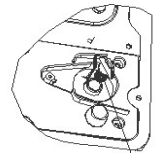

Afbeelding 1
2. Laat de hele unit ongeveer 30° kantelen en verplaats het naar de plek waar de stop zit, ongeveer 60 mm van de tafel. Open de stop en laat het overtollige water eruit lopen (zie afbeelding 1).